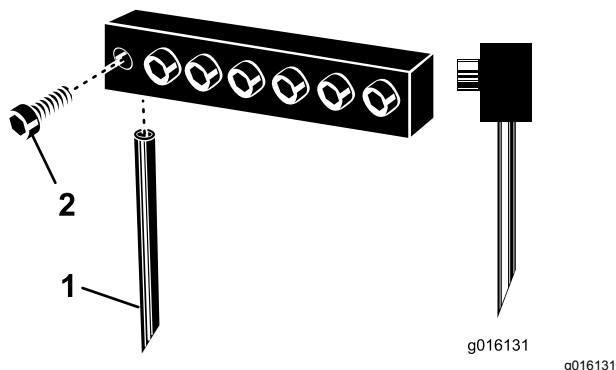

Figura 30
3. Allentate le caviglie e rimuovete le fustelle usate in precedenza (Figura 30).
Nota: Le fustelle cave devono essere posizionate con la sfinestratura di uscita verso la parte posteriore dell'arieggiatore mentre le fustelle piene hanno la parte angolata della punta rivolta verso la macchina (Figura 30).